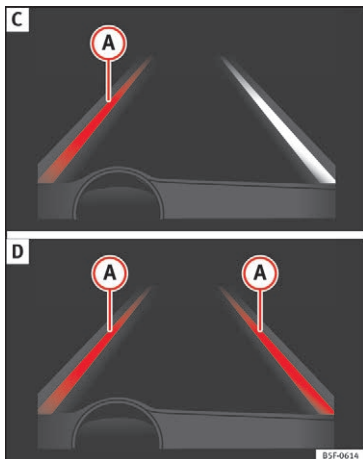

Fig. 190 Kombiinstrumentets display: vognbaneassistentens displayvisning (eksempel 2)
- Systemet arbejder; den gule linje (A) viser, at der er risiko for utilsigtet overskridelse af vognbanelinjen. Systemet korrigerer kørselsretningen ved hjælp af styretøj » **Fig. 190 C.**
- De to fremhævede linjer (A) lyser samtidig, når begge vognbanelinjer er registreret, og den centrale vognbaneføringsfunktion » **Fig. 190 D** er aktiveret.